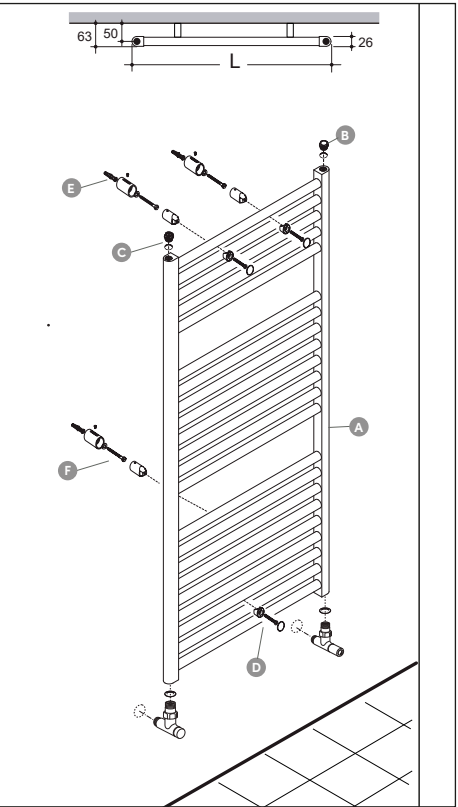

Figura 03
- El purgador deberá instalarse siempre en el lado opuesto al de la válvula de regulación (véase la Figura 03, página 21)
1. **Montaje del tapón.** Enrosque el tapón de cierre (C) en la parte superior del colector de entrada de agua (con la válvula instalada en la parte inferior).
2. **Montaje del purgador.** Enrosque el purgador de aire (B) en la parte superior del colector de salida de agua (con el detentor instalado en la parte inferior).
3. **Perforación de los puntos de fijación.** Realice los orificios de 8 mm de diámetro y una profundidad mínima de 65 mm, e introduzca los tacos (E).
4. **Montaje de los soportes de montaje.** Instale los soportes de montaje (F) tal como se muestra en la vista explotada de la Figura 03.
5. **Colocación del radiador.** Cuelgue cuidadosamente el radiador (A) sobre los soportes de montaje.